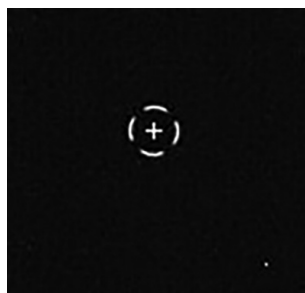

Figura 8. Il piccolo cerchio rotante. Usare le regolazioni polari della montatura per posizionare la stella polare nel cerchio.
2. Il piccolo cerchio rotante con una croce all'interno (**Figura 8**) è dove deve essere posizionata la stella polare. Usare i regolatori di altitudine e azimut polare per posizionare la stella polare nel cerchio. Al termine fare clic su "Finito".